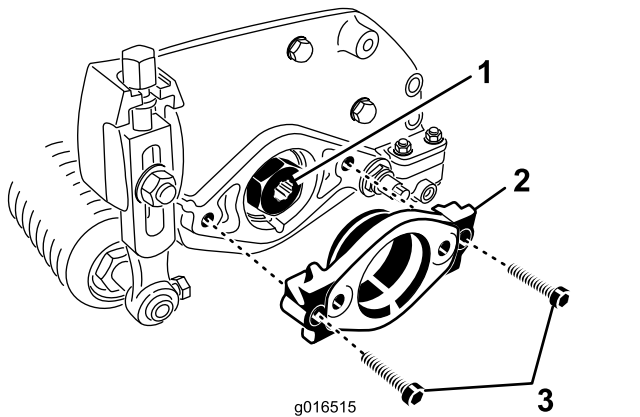

図 7
2. カッティングユニットの左側にモータマウントを固定している六角ボルト2本を外す。モータマウント取り付け部を取り外す **図 7**。
3. 駆動スプライン内側面にグリスを塗る **図 7**。
4. カッティングユニット左側で、モータマウントのOリングに薄くオイルを塗り、先ほど取り外した六角ボルト2本を使ってモータマウントをカッティングユニットに取り付ける **図 7**。ボルトを16-20 N·m 3.7-4.6 kg·m = 12-15 ft-lbにトルク締めする。